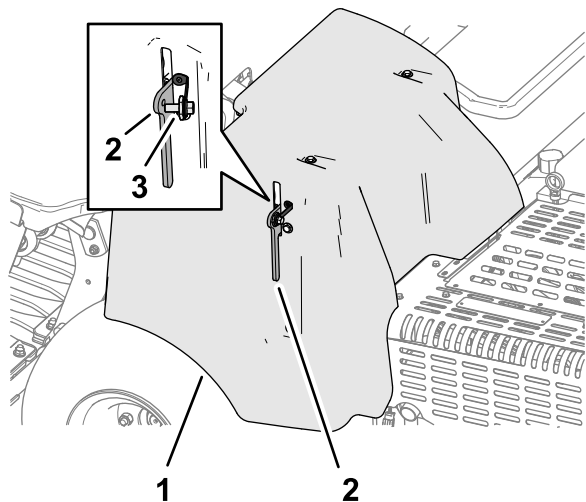

Figure 130
1. Si la machine est équipée de la sangle de sécurité de verrou de protège-courroies CE, desserrez le boulon de la sangle jusqu'à ce qu'il se sépare du verrou du protège-courroies (Figure 130).